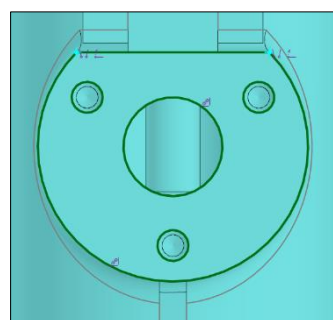

Рис. 176
2. Создайте сечение эскиза проецированием плоской грани выхода корпуса (рис. 176).